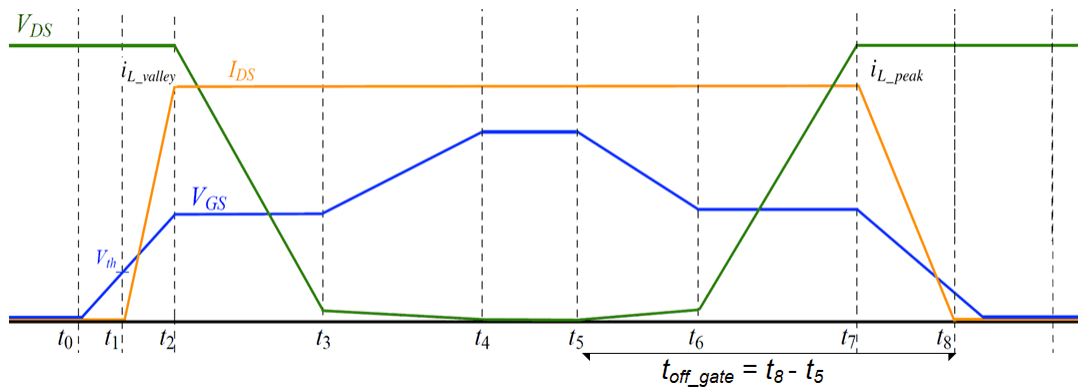

图 2-1. MOSFET 开关波形
MOSFET 的固有电容 ( $C_{iss}$ 、 $C_{oss}$ 、 $C_{rss}$ ) 决定了开关行为。图 2-1 所示为常用升压器件低侧 MOSFET 的开关过程，然后说明了这些电容的作用。
- 开关损耗增加：较慢的开关转换会增加高电压和高电流重叠（图 2-1 中的  $t_1$  至  $t_3$  和  $t_6$  至  $t_8$ ）的时间，从而导致高开关损耗 ( $P_{sw}$ ) 和低效率。